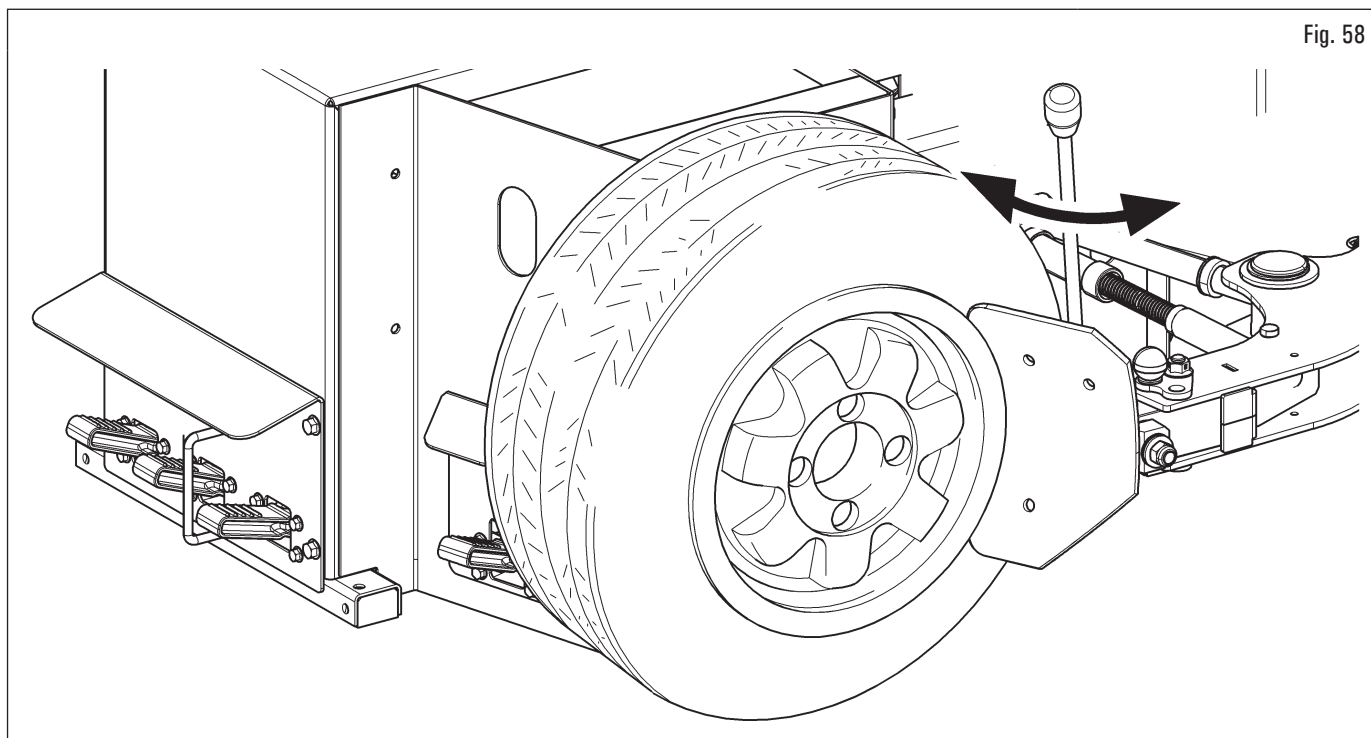

Fig. 58
1. positionner la roue comme indiqué sur la Fig. 58 et approcher la palette décolle-pneus au bord de la jante ;